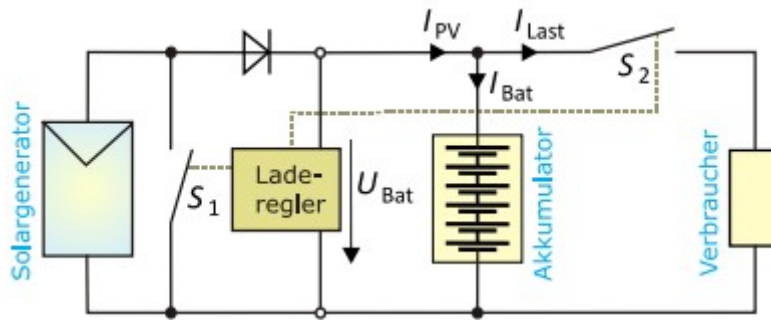

Abbildung 4: Photovoltaik-Batteriesystem mit einem Shuntladeregler
- Shuntregler (auch Parallelregler) (Abbildung 4) sind am weitesten verbreitet. Diese schalten bei vollgeladenem Akku den Solargenerator kurz. Dieser Kurzschluss stellt im regulären Betrieb kein Problem dar kann aber bei Abschattungen zu extremen Belastungen einzelner Zellen führen.